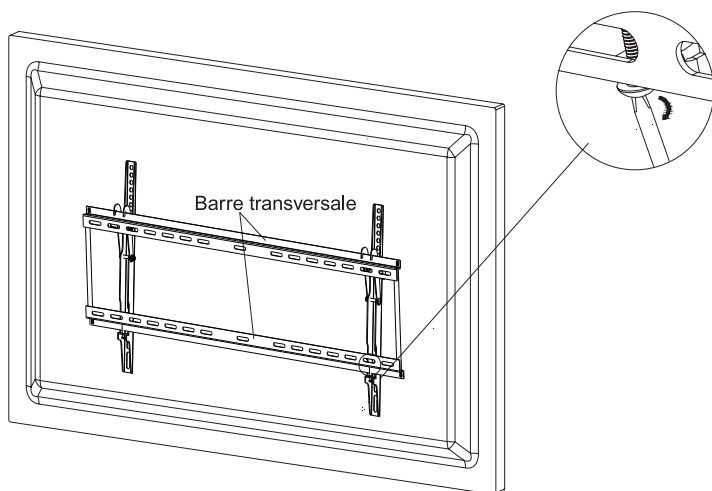

figure 4
Attention : Certains téléviseurs à écran plat sont lourds : deux personnes fortes sont nécessaires. Levez et positionnez soigneusement. Soulevez le téléviseur avec les bras d'interface sur la barre transversale du support mural (AA), puis abaissez en place jusqu'à ce que les crochets soient complètement logés sur la barre transversale du support mural. Bloquez les vis pour empêcher que le bras d'inclinaison ne tombe du support mural, comme montré sur la figure 4.